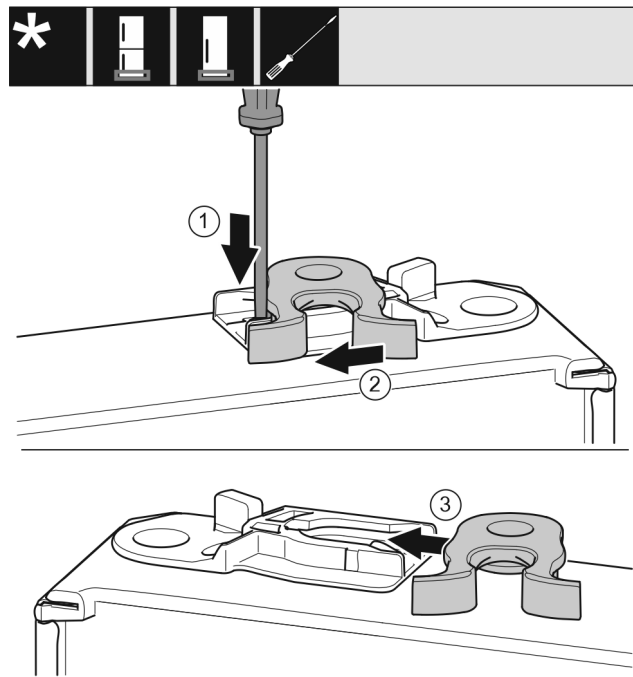

Fig. 50 *
- Wcisnąć nakładkę Fig. 50 (1) w dół przy użyciu śrubokręta.*
- Wyjąć hak zamykający Fig. 50 (2) z prowadnicy.*
- Wsunąć hak zamykający Fig. 50 (3) w prowadnicę znajdującą się z drugiej strony.*